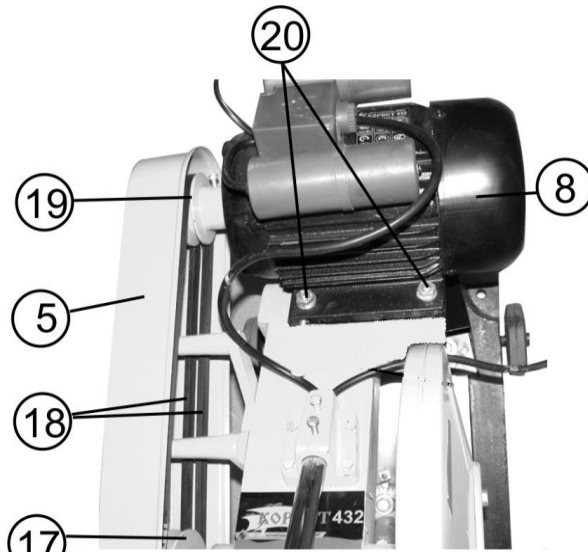

Рис. 5
10.2. Регулировка натяжения ремней привода (Рис. 5, 8)